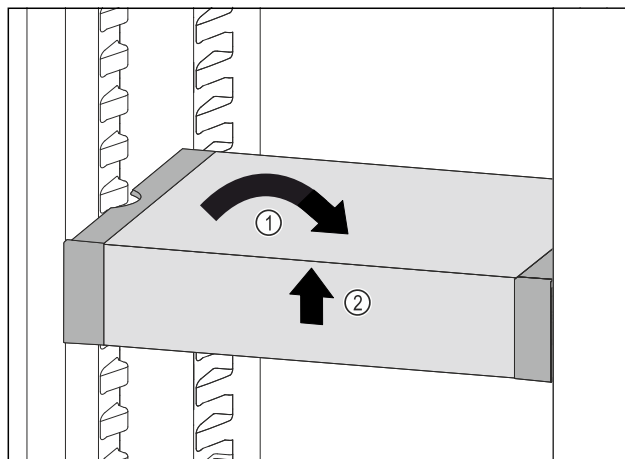

Fig. 72
- ▶ Poziționați drept VarioSafe. Fig. 72 (1)
- ▶ Ridicați în față VarioSafe. Fig. 72 (2)